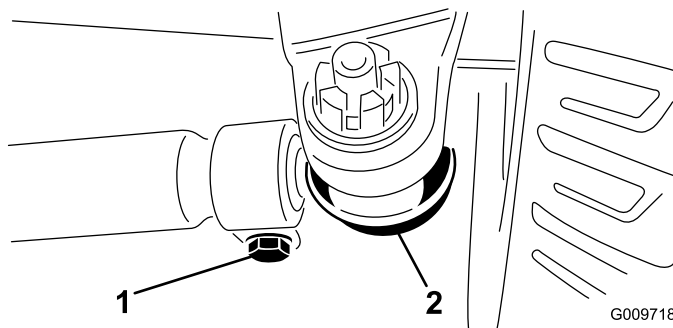

图 114
3. 要调节前束应从任一横拉杆球窝接头卸除开口销和螺母 (图 114)。
5. 拧松横拉杆两端的夹具 (图 114)。